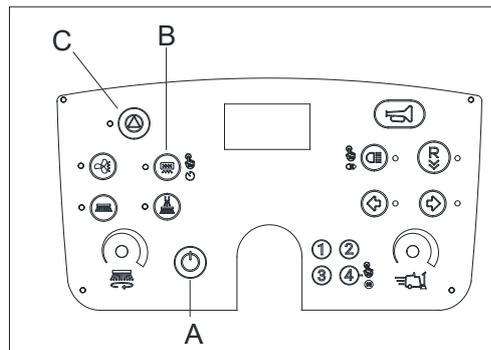

Figura 14
1. Premere il pulsante di avvio (C, Figura 14) per disattivare tutte le funzioni del motore di pulizia (ventola antipolvere, spazzola laterale/spazzola principale) e la spazzola laterale e la spazzola principale verranno sollevate.
2. Premere il pulsante dello scuotifiltro (B, Figura 14) per attivare la funzione di scuotimento della polvere e pulire il filtro.
4. Premere il pulsante di accensione (A, Figura 14) per togliere l'alimentazione.